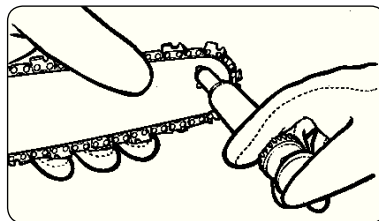

Рис. 20
3. Используйте шприц для смазки (не входит в комплектацию, следует приобрести дополнительно): Поставьте иглообразную дюзу в отверстие для смазки и вводите смазку до тех пор, пока она не появится на внешней кромке цепного зубчатого колеса шины (Рис. 20).